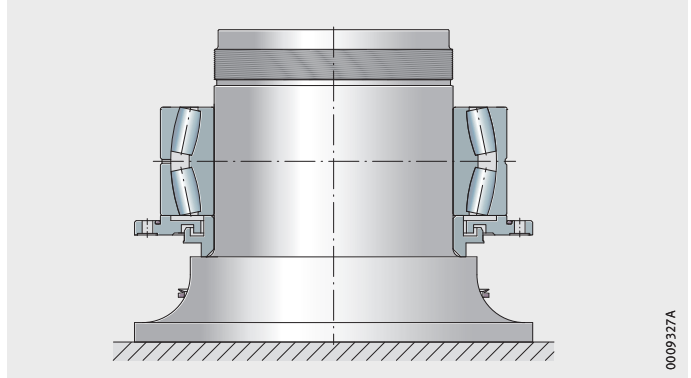

图 11
- ▶ 采用合适的吊装工具吊装轴承穿过主轴，直到与密封圈接触，*图 11*。在吊装移动过程中，为了防止轴承内圈与主轴之间发生偏斜，必须确保内圈与主轴平行。如果出现卡死现象，立即拆除轴承并重新加热。